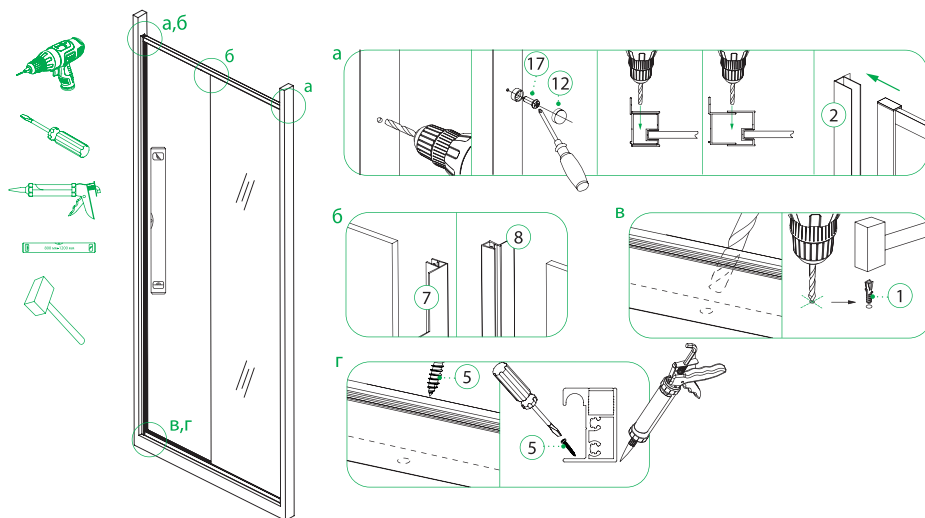

Рис. 10/10-сур.
4. С помощью шурупов закрепите собранную конструкцию в пристенные профили, предварительно выровняв ограждение с помощью уровня (рисунок 10-а). После сборки установите уплотнители PVC (7, 8) на стекла, как показано на рисунке 10-б. Определите место для отверстия в полу для крепления ограждения (разметка на внутренней части профиля), как показано на рисунке 10-в, предварительно выровняв ограждение с помощью уровня. Просверлите отверстия, вставьте дюбель (1) и зафиксируйте его с помощью шурупа (5), предварительно обработав нижнюю часть всего профиля санитарным силиконовым герметиком. При установке двери на поддон крепеж ограждения к поддону необязателен.